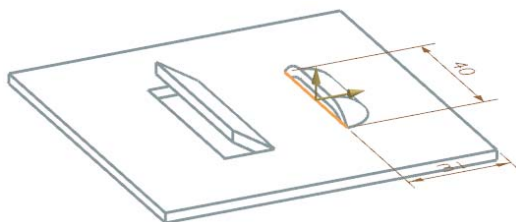

图 4-45 更改宽度方向后示意图
(4) 在“百叶窗”对话框中的单击图标, 更改“宽度”方向, 视图区如图 4-45 所示。